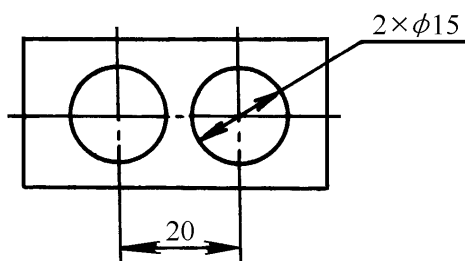

图 1-2
20. 用带圆弧面测量爪 (测量爪宽度为 5mm) 的游标卡尺, 测量工件的两孔径和中心距 (见图 1-2), 测量孔径时的读数值为____ mm, 测量中心距时的读数值为____ mm。